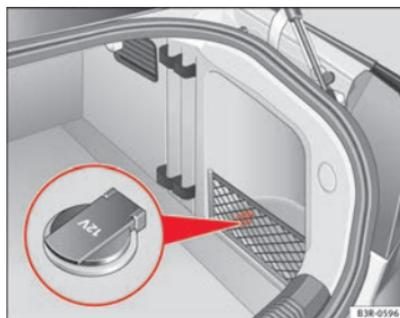

Fig. 125 Vue partielle du revêtement latéral du coffre à bagages : prise de courant de 12 volts
- Levez le cache de la prise de courant ⇒ fig. 125.